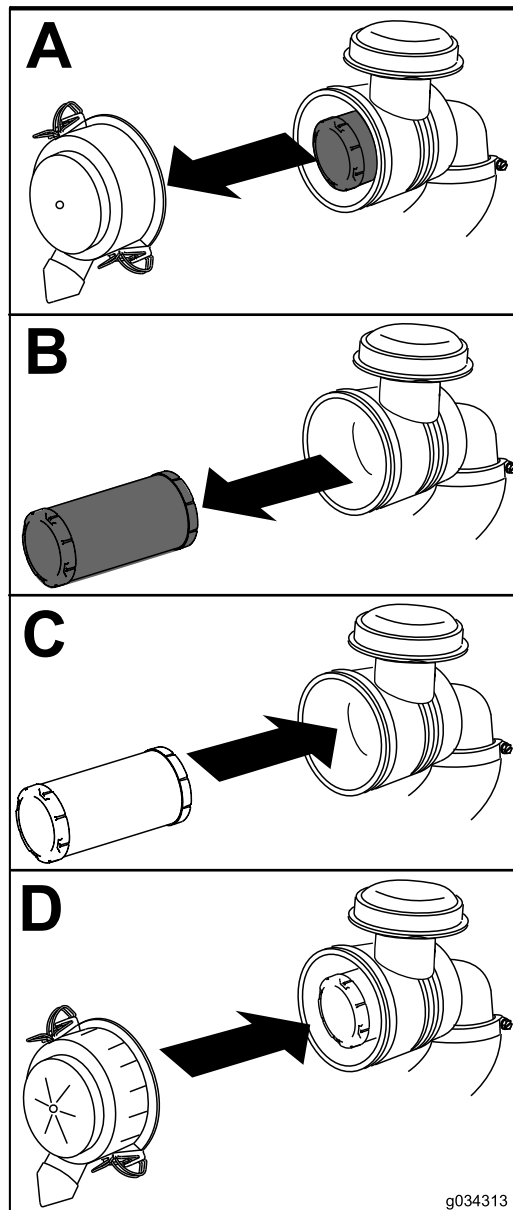

Рисунок 39
1. Осторожно извлеките воздушный фильтр из корпуса воздухоочистителя (Рисунок 39).
4. Установите крышку воздухоочистителя таким образом, чтобы сторона с обозначением «UP» (ВВЕРХ), была обращена вверх, и закройте защелки (Рисунок 39).